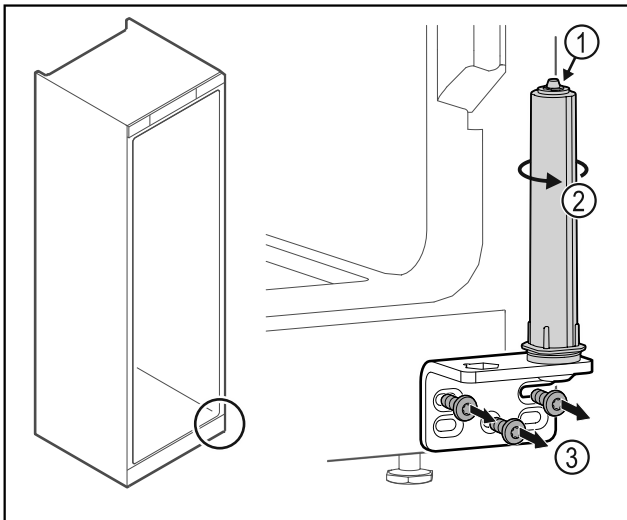

Fig. 31
- ▶ Ne pas désassembler le système de fermeture de la porte Fig. 31 (1).
- ▶ Tourner le système de fermeture Fig. 31 (2) jusqu'à entendre un clic.
- ▶ Dévisser l'équerre de la charnière Fig. 31 (3).